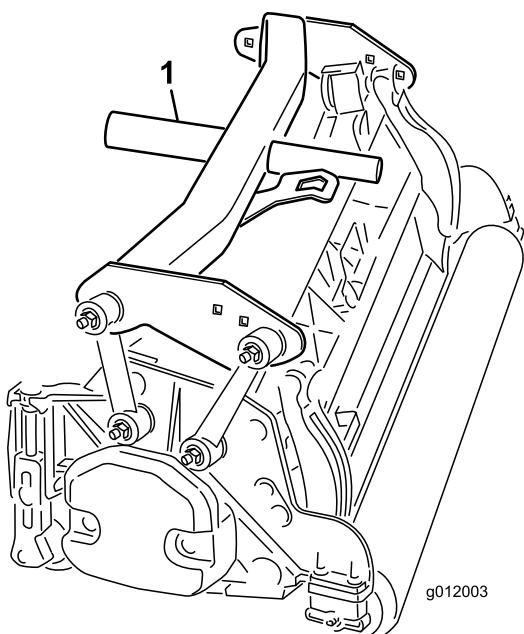

Figura 18
4. Posicione uma estrutura de suporte traseira(Figura 18) em cada unidade de corte traseira.